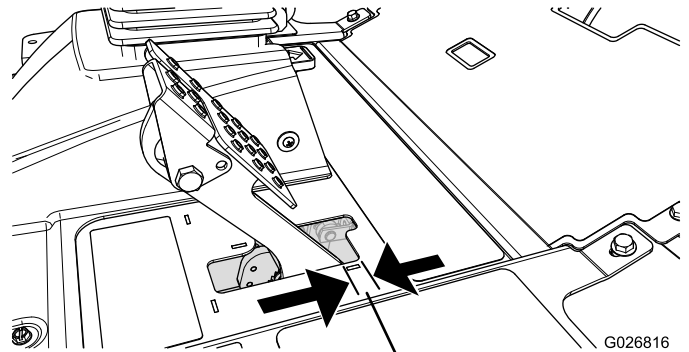

Bild 66
Stellen Sie die Bremsen ein, wenn das Bremspedal mehr als 2,5 cm Spiel hat, oder wenn die Bremsen nicht mehr gut genug greifen (Bild 66). Als Spiel gilt die Entfernung, die das Bremspedal zurücklegt, bevor ein Bremswiderstand spürbar ist.
2. Ziehen Sie die hintere Mutter an, um den Zug nach hinten zu bewegen, bis die Bremspedale ein Spiel zwischen 6 mm bis 13 mm aufweisen, bevor die Radsperre auftritt (Bild 66).